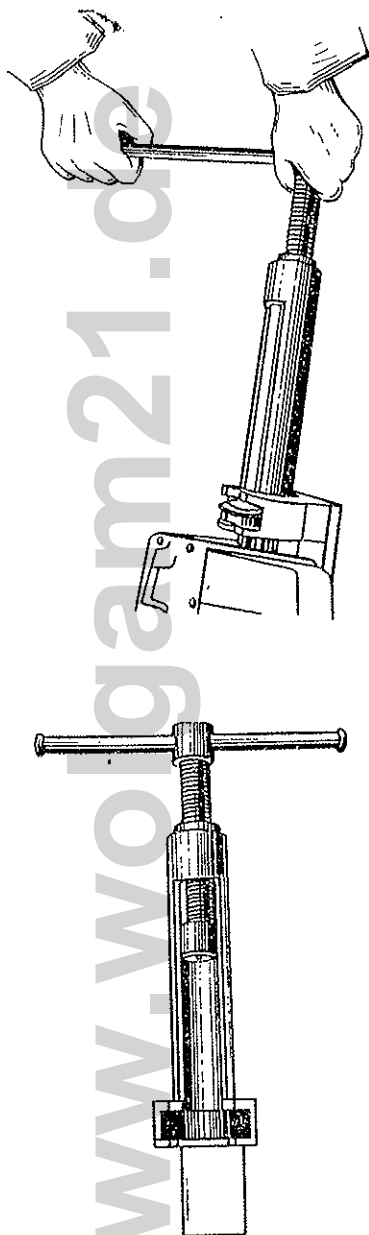

Bild 151 Abziehen des Lagers von der Ausgangswelle
- Lager und Spreizring von Getriebeausgangs- und Achswelle (Bild 151) absetzen;